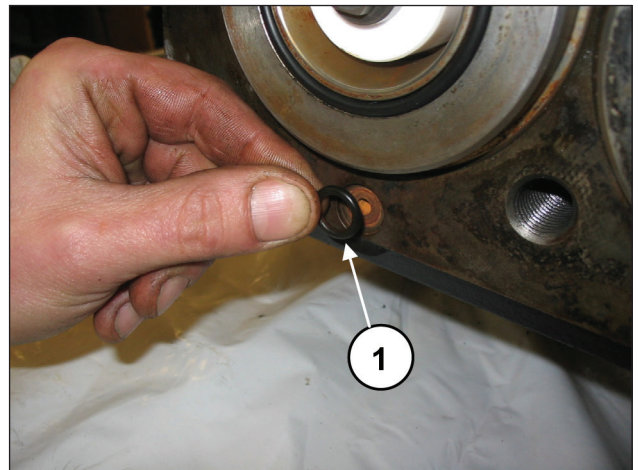
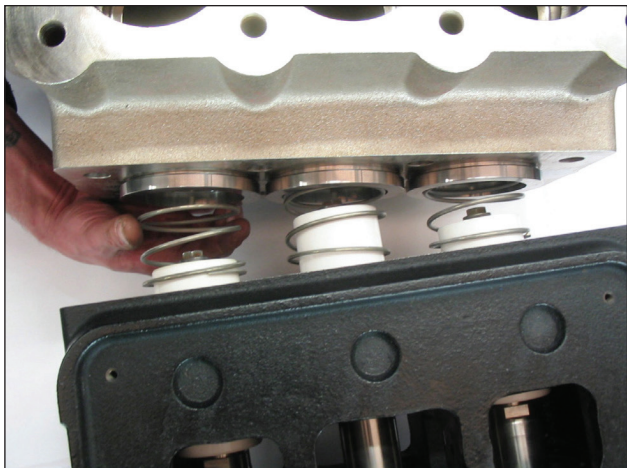

图188
图189
将O形圈安装在再循环孔（部件号①, 图188）中。轻微涂抹润滑脂，以便将O形圈保持在底座中。图189显示泵头的后续安装。